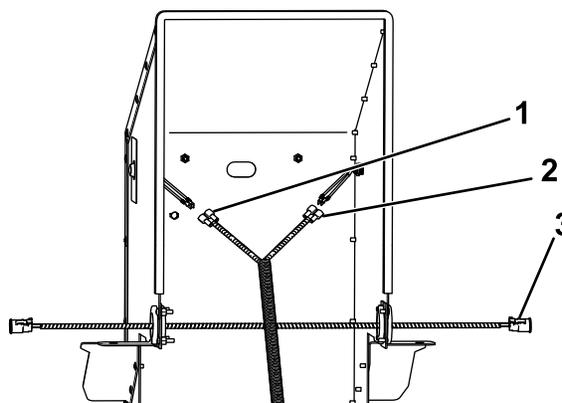

Bild 6
13. Führen Sie die Anschlüsse für die Lampen durch die Gummitüllen an beiden Seiten der hinteren Abdeckung (**Bild 6**).